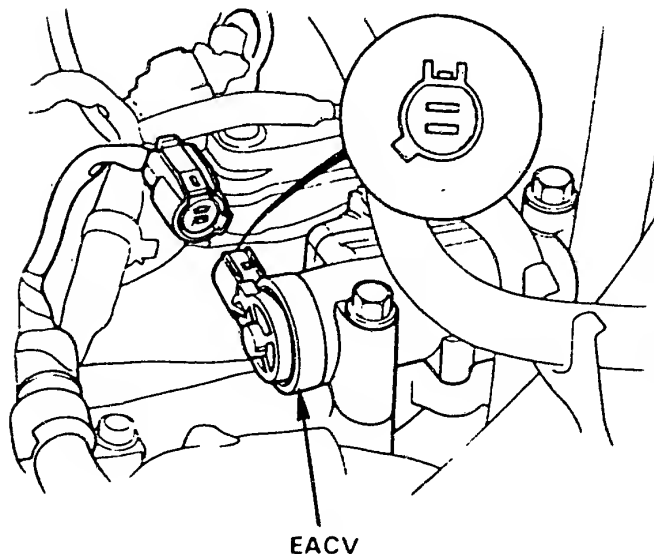

Bild 30 Nach dem Abziehen des Steckers ist am EACV-Ventil der Spulenwiderstand zu messen.
- Bei abgezogenem Stecker (Bild 30) ist zwischen den zwei Polen der Innenwiderstand zu messen. Liegt er nicht zwischen 8–15Ω, muss das EACV ausgetauscht werden. Das gleiche ist der Fall, wenn von einem der Steckerkontakte Stromdurchgang zur Fahrzeugmasse besteht.